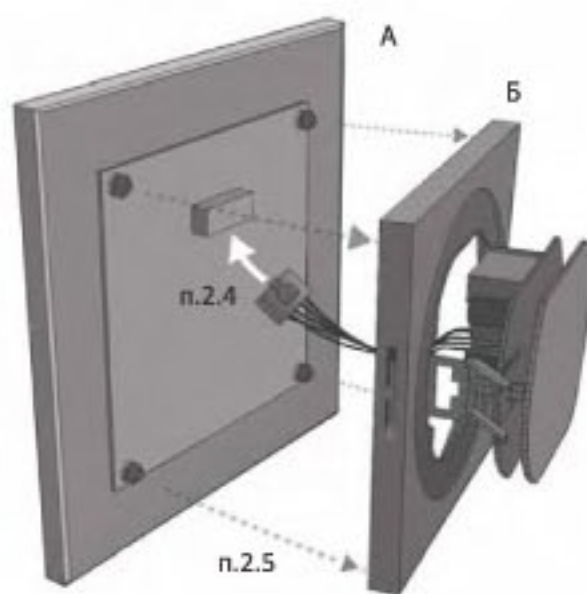

Рис. 1 Состав (А, Б) и порядок сборки (п. 2.4 и п.2.5) Q600WV.
2.4 Сориентируйте и сомкните ответные части разъема шлейфа интерфейсного блока и сенсорной панели (рисунок 1).
2.5 Сориентируйте сенсорную панель разъемом вверх и присоедините к интерфейсному блоку, обеспечивая ее равномерный прижим до защелкивания в замках (см. рисунок 1).